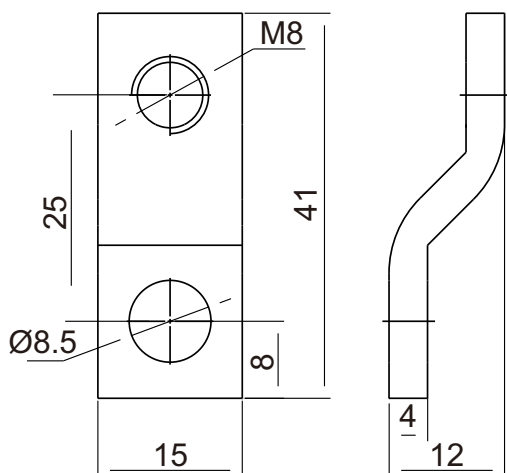
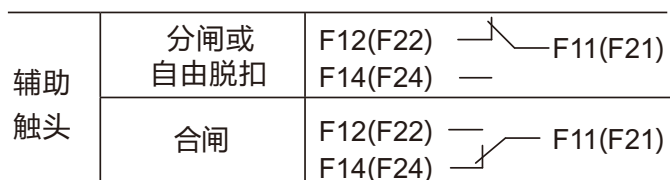
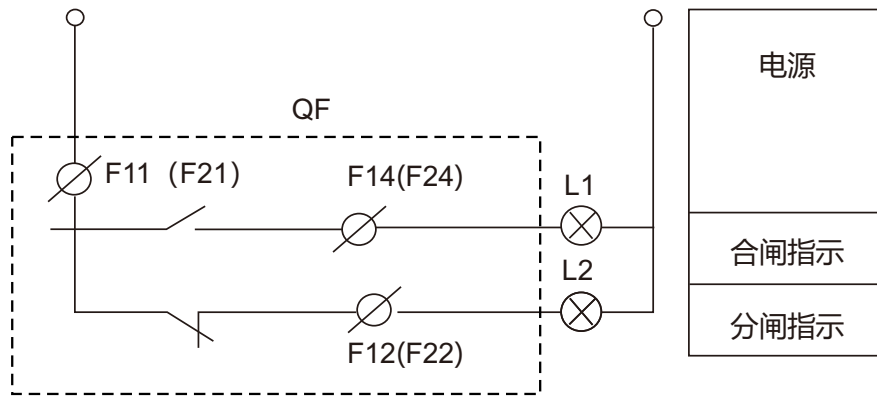

图3 RDM5Z-125附件板
图6 辅助触头状态示意图
图7 辅助触头接线示意图
RDM5Z断路器所提供的连接附件为板前联结板（非标配），需要时请订购。连接附件的尺寸示意图如图3到图6所示。
6.5.1 辅助触头状态示意图及接线示意图见图6及图7